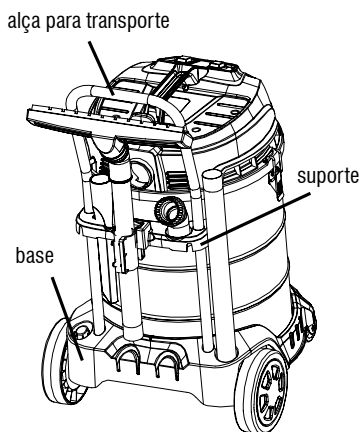

Fig. 5 – Encaixe da alça de transporte
- Encaixe a alça para transporte no suporte até que a alça encoste na base (Fig. 5). Para remover a alça de transporte aperte o pino trava e puxe a alça de transporte.